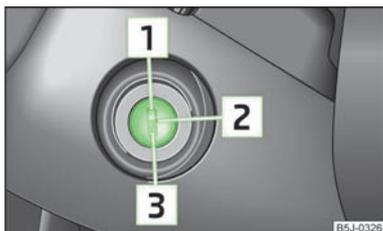

Fig. 76
- Premere a fondo il pedale della frizione; inserire la chiave di accensione **2** e avviare **3** » fig. 76 - non accelerare. Tenere premuto il pedale della frizione sino a quando il motore si avvierà.
Spegnere il motore portando la chiave di accensione in posizione **1** » fig. 76.